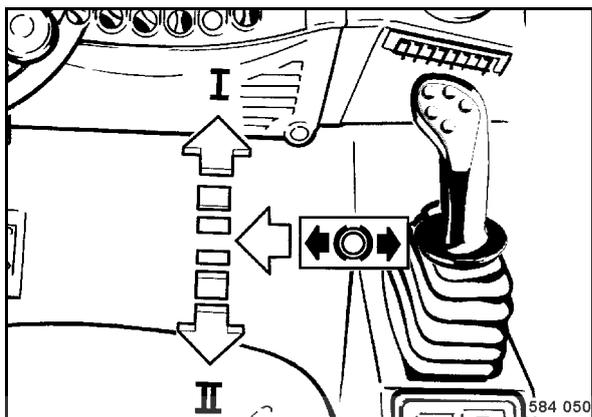

fig. 49
- Décranter le levier de commande de la marche (fig. 49) de la position de freinage vers la gauche puis le déplacer le levier dans le sens de marche désiré.